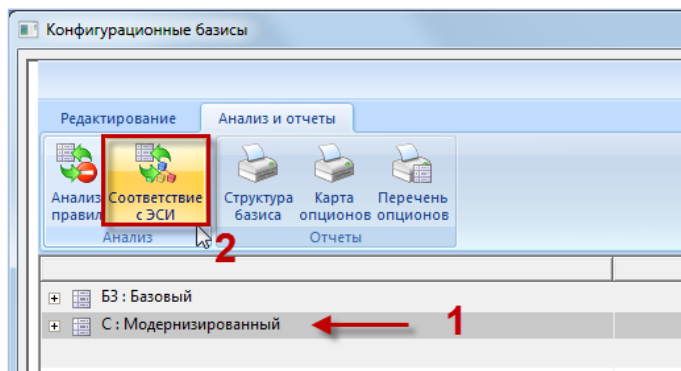

Рис. 13-113 – Проверка соответствия с ЭСИ
2) В левом окне редактора выбрать конфигурационный базис и нажать кнопку «Соответствие с ЭСИ»  на вкладке «Анализ и отчеты» (рис. 13-113).